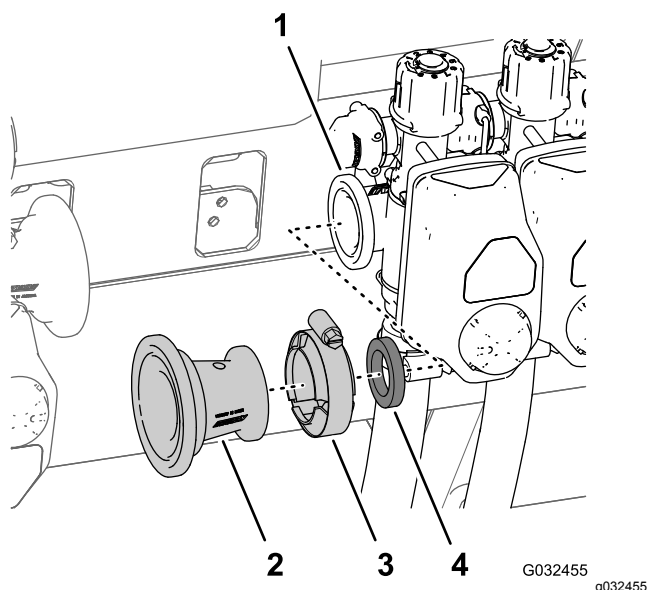

Figura 35
- C. Rimuovete il morsetto flangiato da 76 mm che fissa l'adattatore del riduttore e la guarnizione (2¼") alla flangia della valvola di sezione delle barre di sinistra e rimuovete l'adattatore, il morsetto e la guarnizione dalla macchina (**Figura 35**).